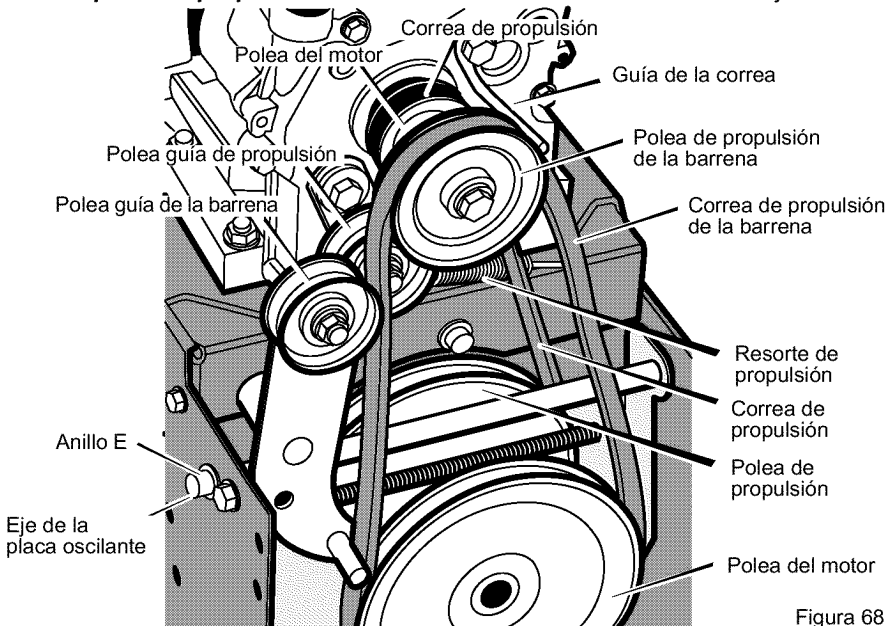

Figura 68
3. Afloje la tuerca de la polea guía de la barrena y mueva esta última hacia la correa un octavo de pulgada aproximadamente (3 mm) (Figura 68).
- Afloje la **guía de la correa**. Separe la **guía de la polea de propulsión de la barra** (Figura 68).
3. Quite el **anillo E** de uno de los extremos del **eje de la placa oscilante**. Quite este **eje** para que la placa oscilante gire hacia adelante (Figura 68).